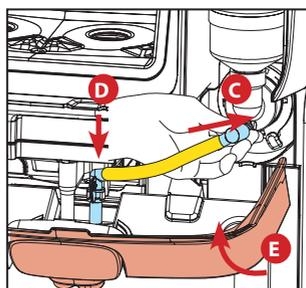

Fig.5
4. Remplacez le tube sur le bol du mélangeur (C), et engagez la buse de sortie sur le plateau de mélange. Fermez le panneau (E) et le distributeur reviendra automatiquement aux fonctions normales de distribution. (Voir Fig.5)